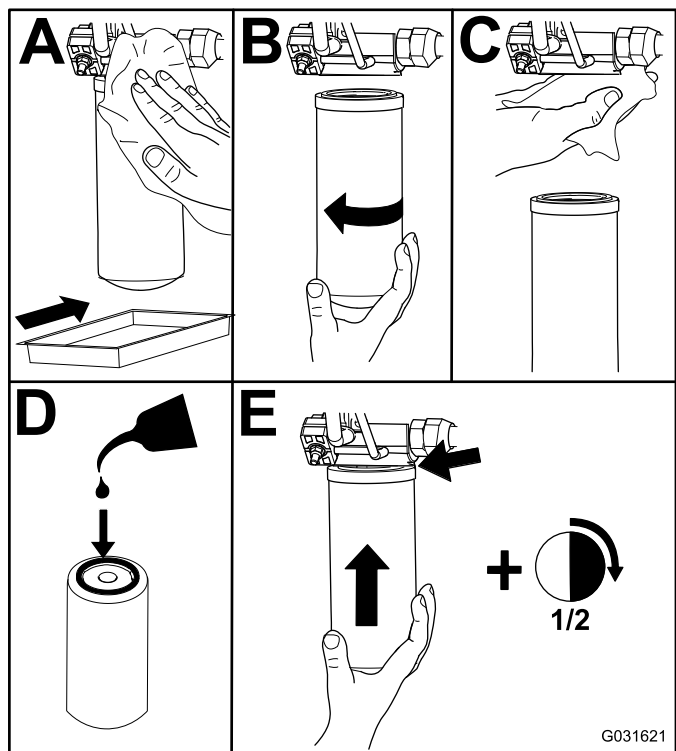

Bild 118
- Tauschen Sie die Hydraulikfilter aus (Bild 118).